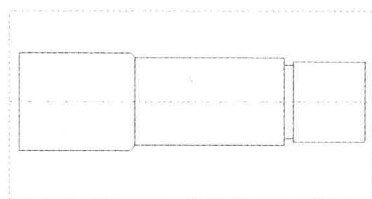

图 2-80 图形文件
Step 01 按【Ctrl+O】组合键，打开图形文件，如图 2-80 所示。